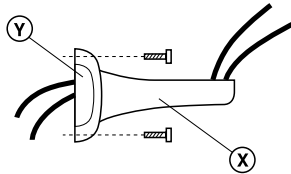

Abb. 1
1. Verlegen Sie die Kabel im Wandhalter (X); falls nötig, entfernen Sie eines der Seitenteile (Y) (Abb. 1).
2. Befestigen Sie den Wandarm (X) an der Montageposition.
Verwenden Sie dazu geeignete Schrauben mit 8mm Durchmesser und passenden Dübeln (Abb. 1).